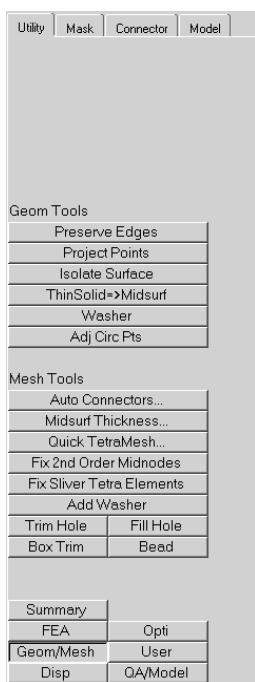

图 7-46 Geom/Mesh 页面
(4) 进入 HyperMesh 的 Utility 面板, 并切换到 Geom/Mesh 页面, 如图 7-46 所示。